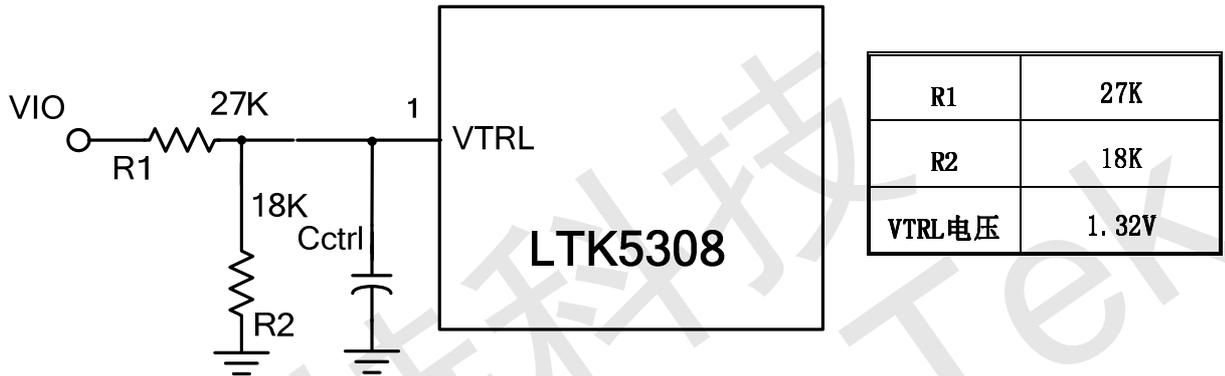

图1
**例2:** 当 IO 口电压为 1.8V 时，由于电压比较低。此时防破音模式还可以用图 1 的方法控制，但是要用到不防破音的时，就要用到三极管来控制 VTRL 的电压。